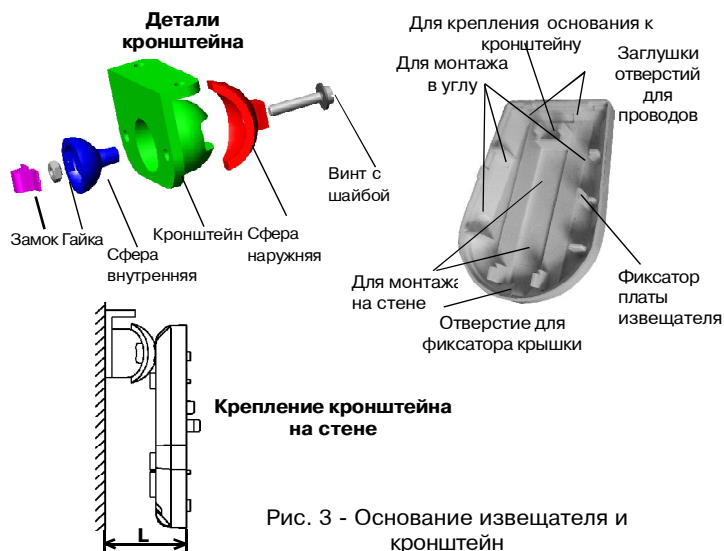

Рис. 3 - Основание извещателя и кронштейн
- снимите крышку извещателя, отжав при помощи отвертки фиксатор крышки через отверстие, расположенное в нижней части основания извещателя (рис. 3);
- просверлите в основании извещателя отверстия (рис.3), которые будут использоваться для прокладки проводов и крепления извещателя;
1. После закрепления извещателя на кронштейне повернуть корпус извещателя в вертикальной плоскости в соответствии с выбранной высотой установки, отмерив расстояние (L) от стены до края основания при снятой крышке (рис.3, таблица 4).